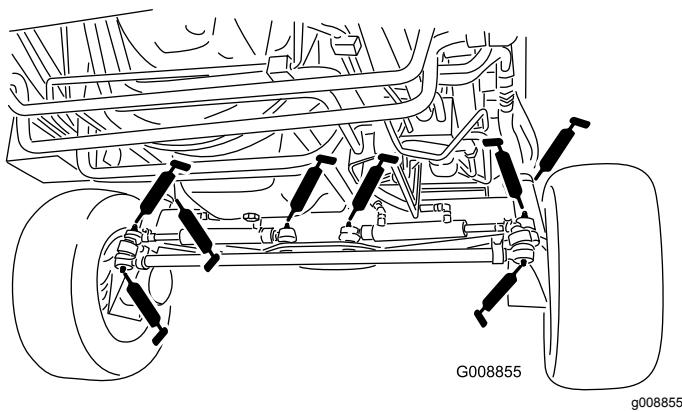

Figura 70
- 4 giunti a sfera del cilindro di sterzatura (Figura 70)
- 2 giunti a sfera del tirante (Figura 70)
- 2 boccole del perno del fuso a snodo (Figura 70)